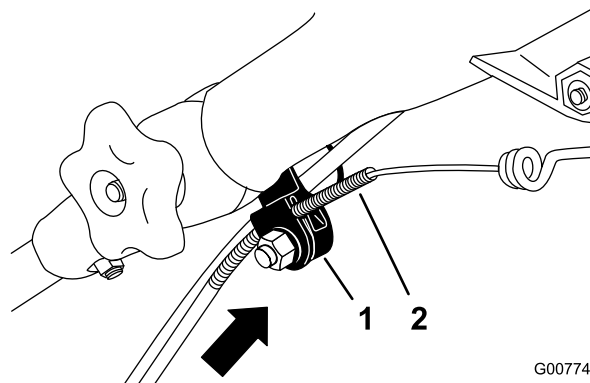

Рисунок 51
**Примечание:** Можно приставить линейку к верхней стороне черного кронштейна тросика и измерить, насколько перемещается верхний конец оболочки тросика (Рисунок 51).